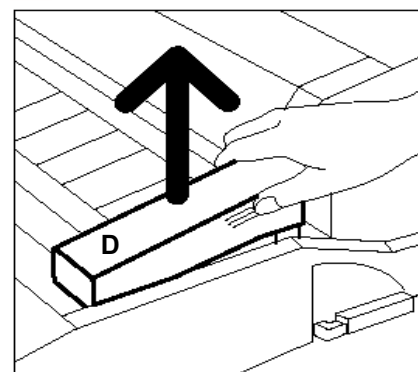

Figure 36 : Retrait de la réserve d'huile de four usagée (D)
- 6** Retirez la réserve verticalement (voir la figure 36). Maintenez-la dans cette position jusqu'à ce que l'huile excédentaire s'égoutte dans le réservoir. Placez une feuille de papier pour absorber les gouttes d'huile qui risque de s'échapper lors du retrait de la réserve d'huile de four usagée (D).